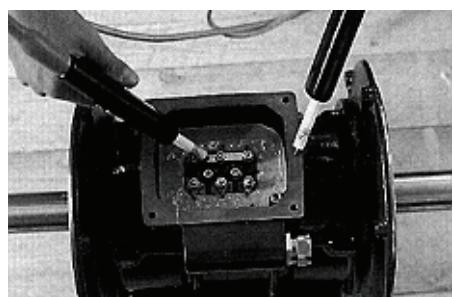

Рис. 6
- 2) Проверьте электрическую прочность изоляции двигателя на корпус, при напряжении 2.2 кВ в течение 5 секунд (рис. 6). При обнаружении каких либо отклонений, незамедлительно обратитесь в нашу компанию.